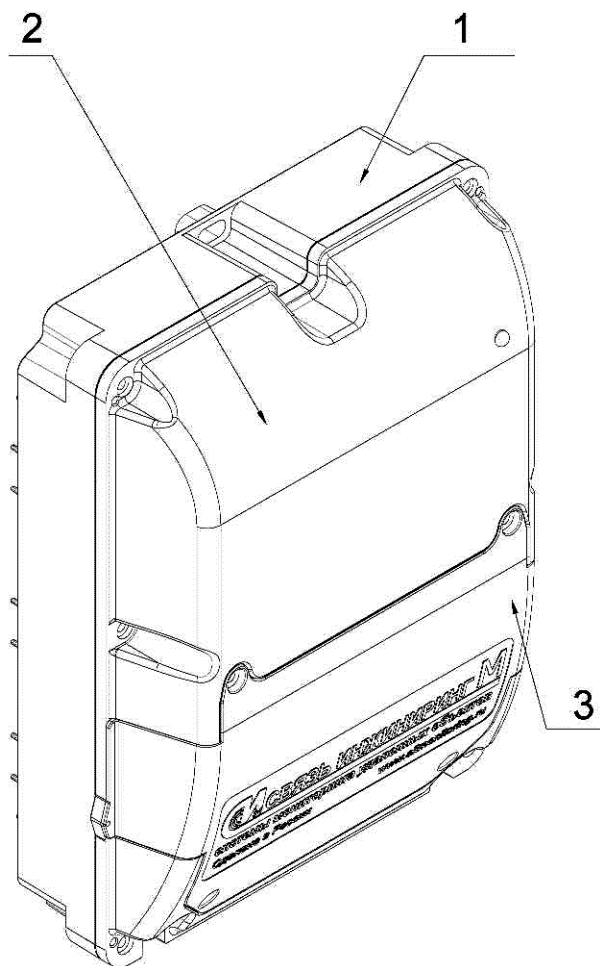

Рисунок 1. Основные части корпуса
2.29 Корпус Устройства состоит из трех частей (см. Рисунок 1):